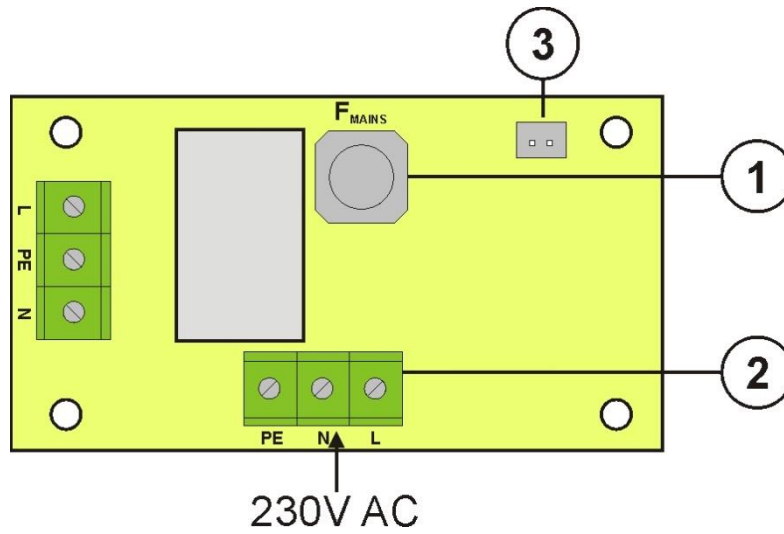

Abb. 3. Blick auf die EMC-Filterplatte.
Tabelle 2. Bestandteile der PCB-Platte des EMC - Filters (Abb. 3).
| ⑦ | EMC - Filtermodul (Tab. 2, Abb. 3) |